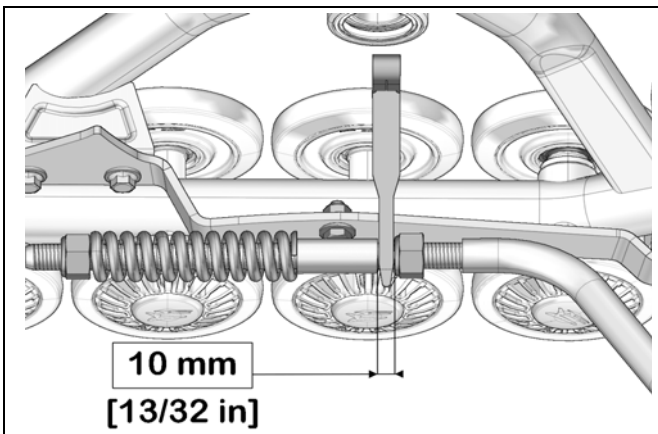

Abbildung 11
- **WICHTIG:** Überprüfen Sie nochmals den 10 mm Mindestabstand zwischen Mutter und der -Stabilisierungsarmführung. Bei Bedarf nachstellen. Siehe Abbildung 11.